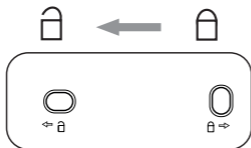

Fig. 1
- ▶ Il est également possible de monter l'émetteur avec le ruban adhésif double face ⑫ sur une surface adaptée (hauteur maximale de 2 m).
- ◆ Retirez le support mural **10** au dos de l'émetteur en le poussant en direction du symbole de cadenas ouvert  (voir fig. 1).